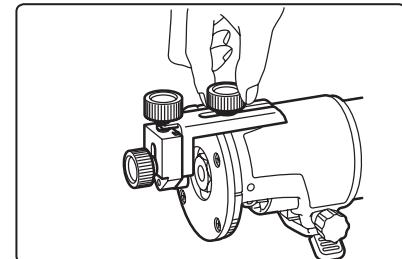
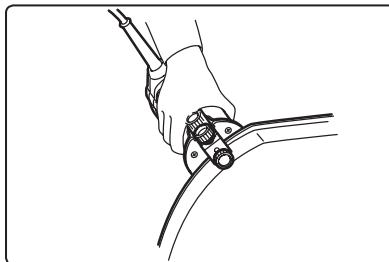

Abb. 6
Abb. 7
- Auf der Führungsgrundplatte kann eine Seitenführung mit Umlenkrolle (Abb. 6) montiert werden, mit der die Abtragsrate eingestellt und die Einhandfräsmaschine als Abkantfräse zum Fräsen runder Formen verwendet werden kann (Abb. 7).